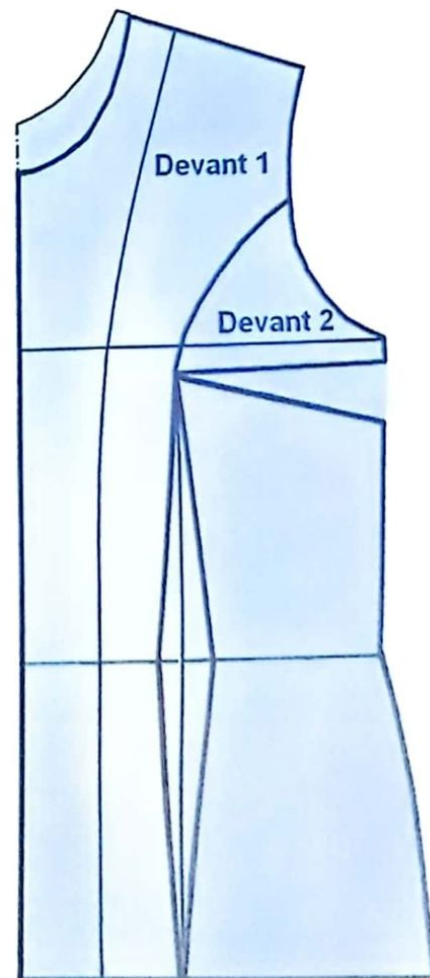

FIG. 1
- Tracez la découpe emmanchure (princesse) à partir de la carrure devant en courbe (tête du perroquet dirigée vers le bas) jusqu'au point de poitrine et joignez-la avec le milieu de la pince de taille comme indiqué sur le schéma (fig.1).